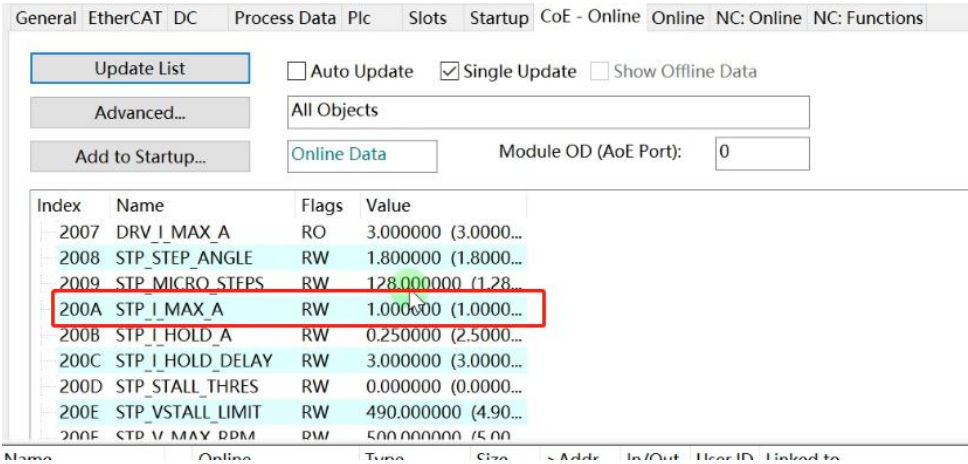

图 4.18 电机参数列表
(8) 如图 4.18 所示，列表中的 200x 对象，都是电机参数，可以看到已经更新。